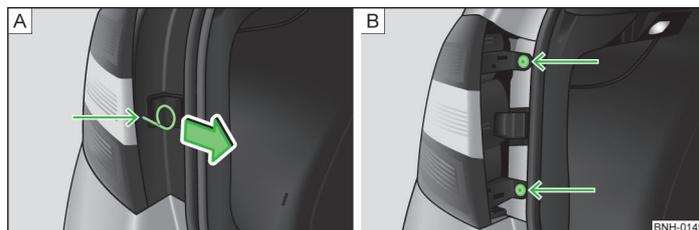

Fig. 180 Desmontar la cubierta/lámpara
- Meter el estribo para sacar los tapacubos integrales » página 191, Equipo de herramientas a bordo en el orificio del lugar indicado con la flecha » fig. 180 - **A**.
- Retirar la cubierta en el sentido de la flecha » fig. 180 - **A**.
- Destornillar la lámpara con el destornillador del equipo de herramientas a bordo » fig. 180 - **B**.